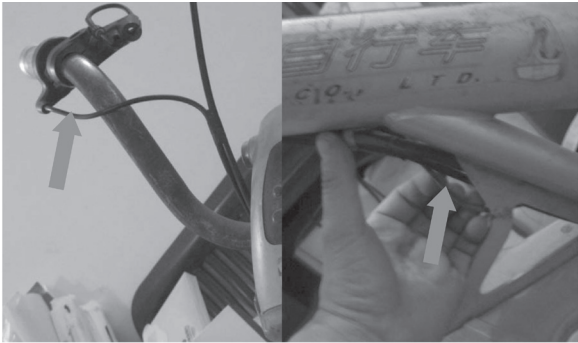

图 8-9 检查电动自行车闸线
- 3) 检查控制线未发现断线，此处检查时要从上到下检查，如图 8-9 所示。